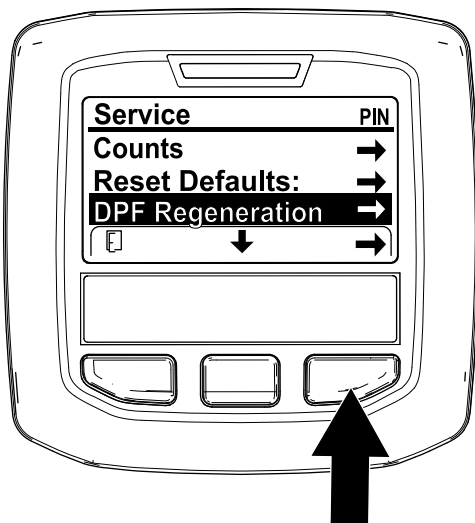

Figura 39
- Accedete al menu Manutenzione (Service) e premete il pulsante centrale per scorrere il menu verso il basso fino all'opzione DPF REGENERATION (Figura 39).
- Premete il pulsante destro per selezionare la voce DPF Regeneration (Figura 39).